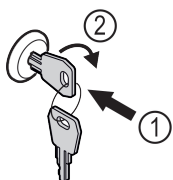

Fig. 124 Beispielhafte Darstellung
- Schlüssel hineindrücken Fig. 124 (1).
- Schlüssel um 90° im Uhrzeigersinn drehen Fig. 124 (2).